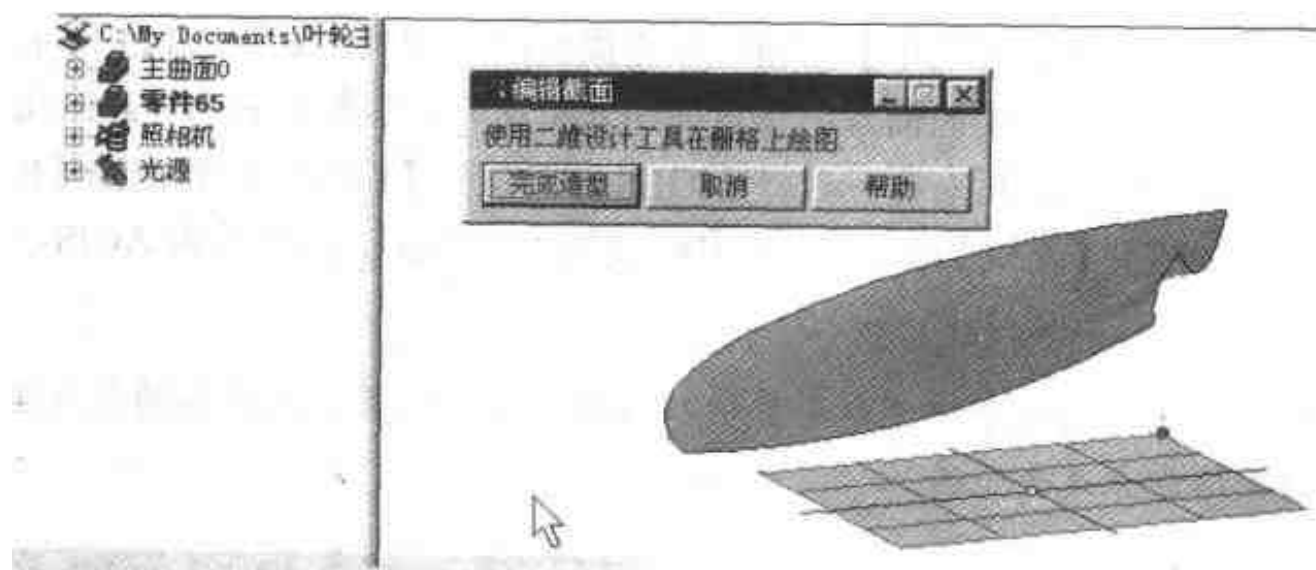

图 2.116 进入二维截面编辑
- (2) 单击【拉伸特征】按钮, 单击背景, 在弹出的【拉伸特征向导/第一页】对话框选择【独立实体】单选按钮, 单击【完成】按钮, 窗口出现二维截面编辑状态, 如图 2.116 所示。